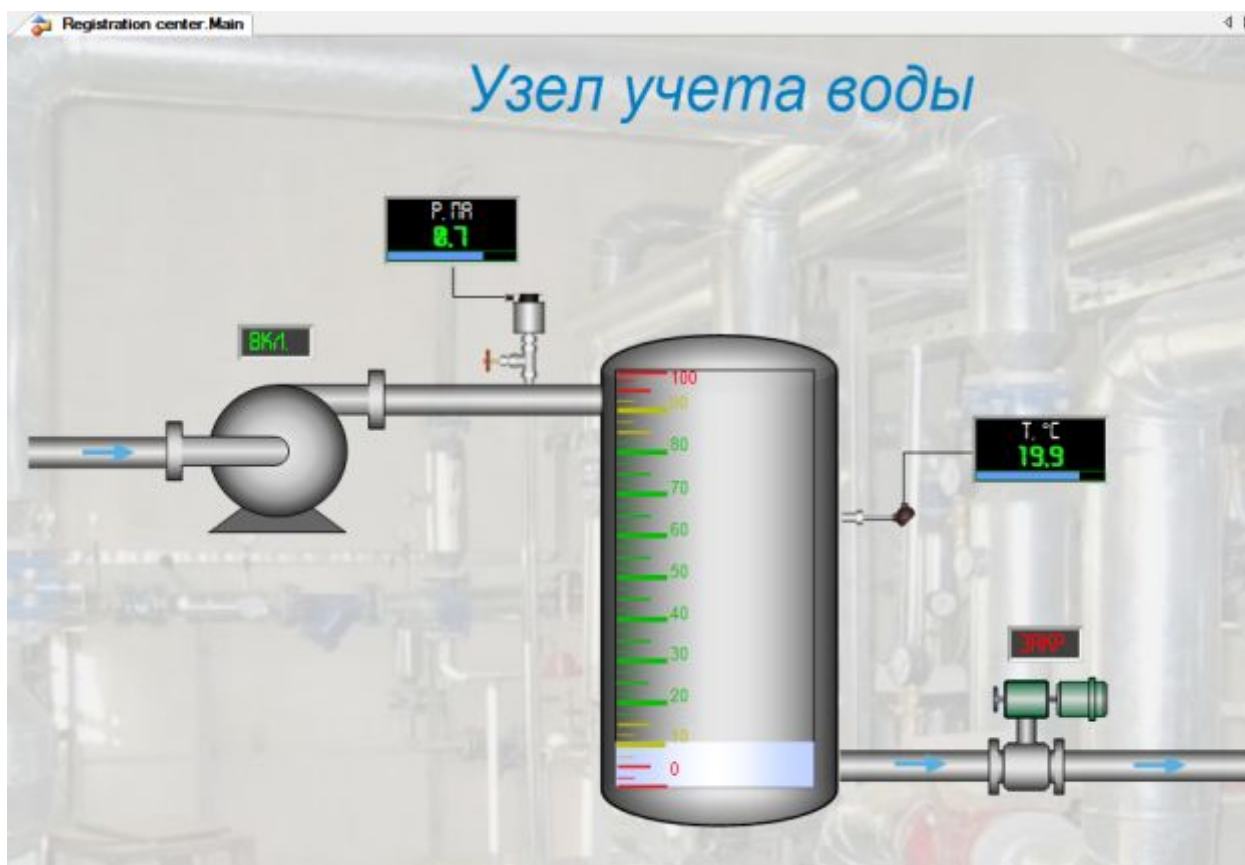

Рисунок 2.17 – Проект **Waterflow registration center**. Мнемосхема **Registration center.Main**
- 4 После запуска автоматически изменяются уровень и температура воды в емкости, давление в трубопроводе. Состояние насоса и задвижки отображаются на соответствующих табло (рисунок 2.17)..